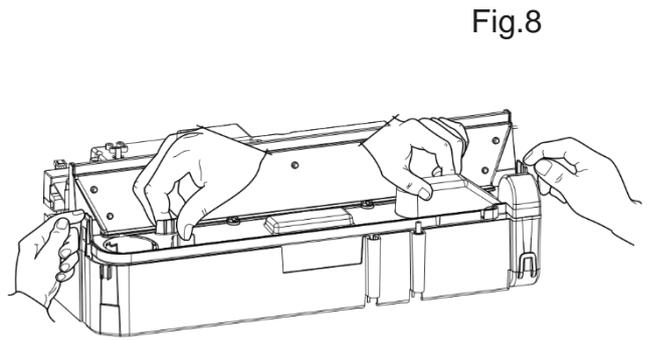
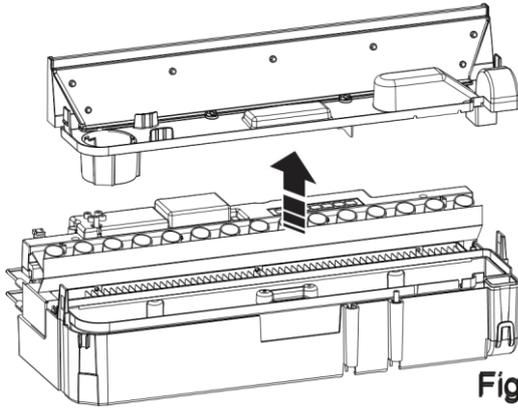

Fig.8
Fig.9
5. Encontrará dos clips, uno a cada lado de la bañera, manteniéndola en su sitio. Pulse el clip izquierdo con una mano y con la otra retire la rampa del vapor del clip. Repita el mismo proceso en el lado derecho (Fig.8). La rampa de vapor podrá retirarse entonces libremente; deposítela en lugar seguro (Fig.9).